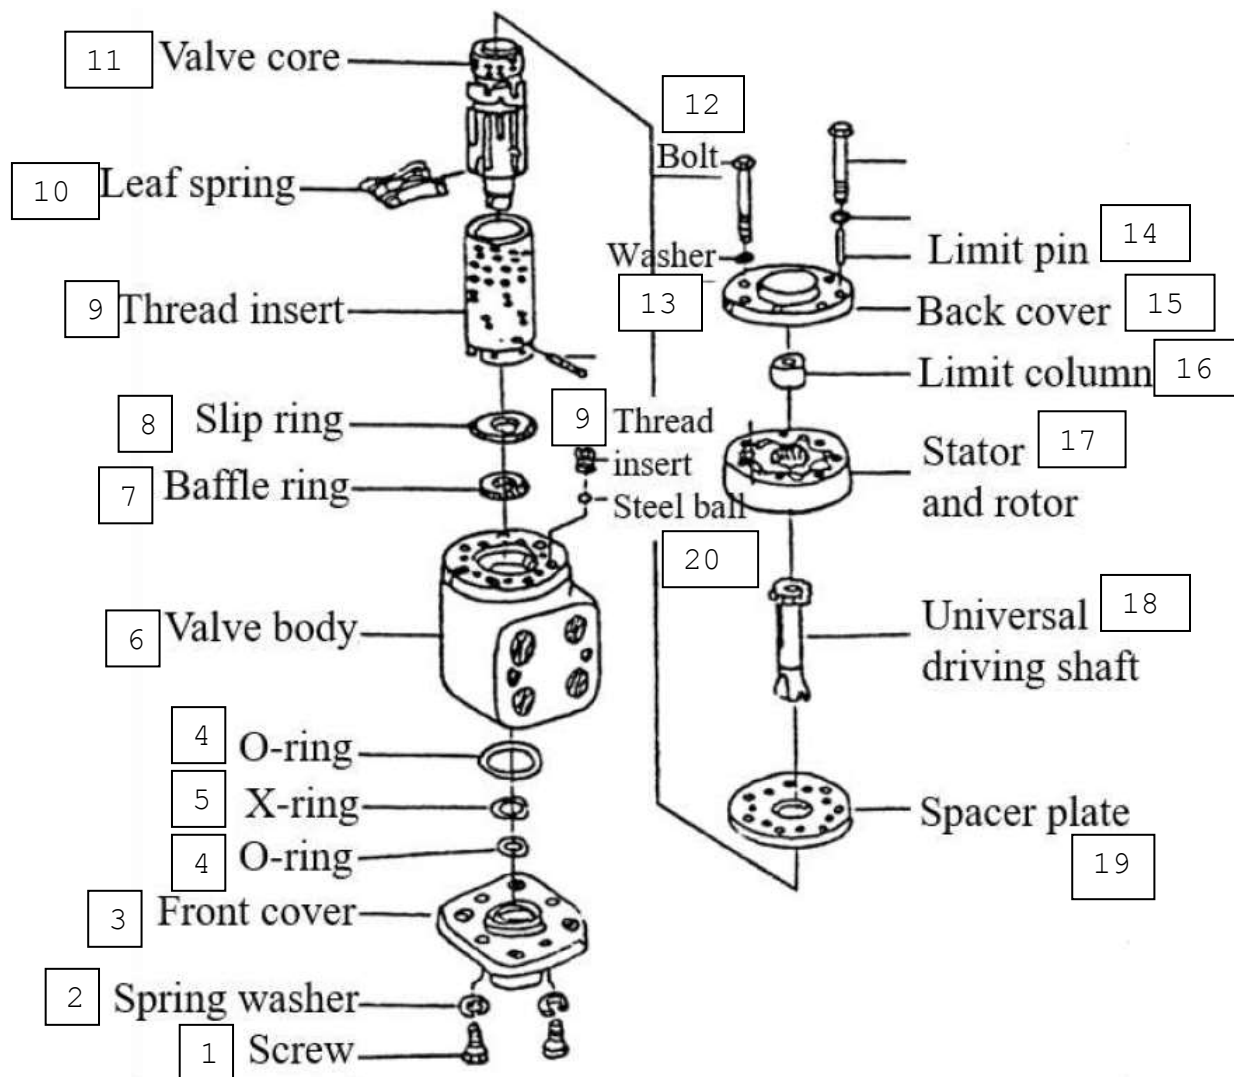

Рис. 3-4-5. Сборка и разборка рулевого механизма (Табл. 3-4-2):
с) Втулка с резьбой должна быть ниже плоскости корпуса. Как показано на Рис. 3-4-5.
(5) Разборка и сборка (см. Рис. 3-4-5).